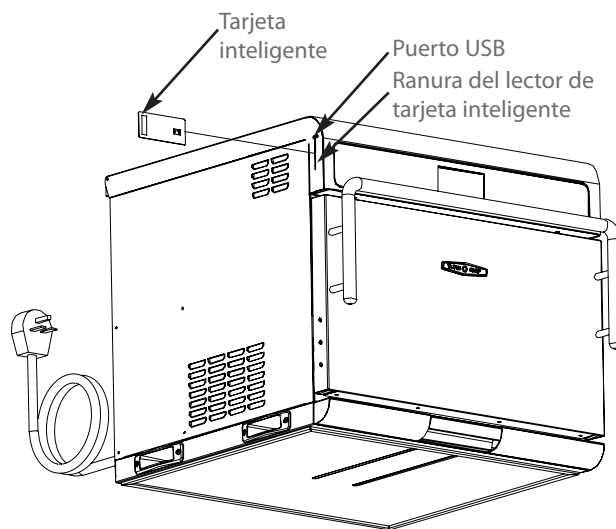

Figura 14: Insertar tarjeta inteligente/dispositivo USB
1. Inserte la tarjeta inteligente (Figura 14, página 14).
3. Inserte la unidad USB (Figura 14, página 14).
1. Inserte la tarjeta inteligente (Figura 14).
1. Inserte la unidad USB (Figura 14).
1. Inserte la tarjeta inteligente (vea la Figura 14).